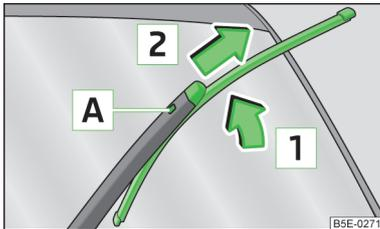

Abb. 214
- › Den Scheibenwischerarm von der Scheibe anheben » Abb. 214.